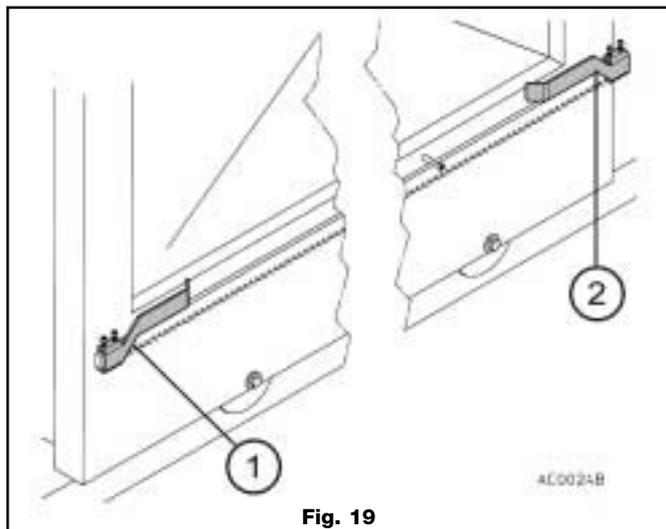

Fig. 19
- La crémaillère doit dépasser par rapport à l'axe du pignon de l'espace suffisant pour le montage de la came de fin de course "portail ouvert" (1 fig. 19).
- Assembler les éléments de la crémaillère en les alignant entre elles et en respectant un espace d'1 mm par rapport au pignon. Après avoir assemblé la dernière pièce de la crémaillère et fixé l'ensemble, scier la partie de la crémaillère qui dépasse en laissant suffisamment d'espace pour le montage de la came de fin de course « grille fermée » (2 fig. 19).
- Fixer les cames de fin de course "portail ouvert" (1 fig. 19) et "portail fermé" (2 fig. 19) aux extrémités de la crémaillère, en les serrant à l'aide des vis fournies dans l'emballage. Sachant que le portail va courir 2-3 cm en plus après le fonctionnement de l'interrupteur de fin de course, régler par conséquent la position des cames de façon à ce que le portail ne heurte pas les butées mécaniques.